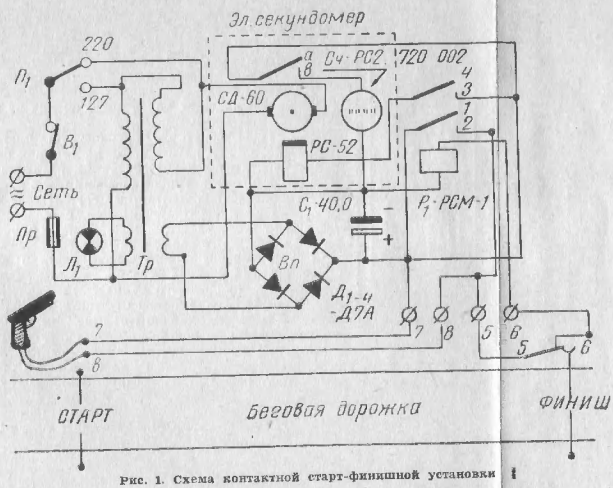
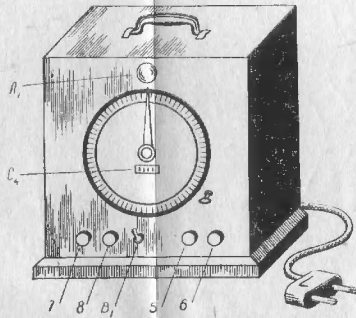

Рис. 1. Схема контактной старт-финишной установки
Рис. 2. Общий вид автохронометра
Такой автохронометр состоит из электросекундомера, электромагнитного реле и стартового пистолета. Схема контактной упрощенной установки показана на рис. 1, а общий вид — на рис. 2.
После регулировки установите электросекундомер в деревянный или металлический футляр — кожух (рис. 2). В этом же кожухе нужно собрать электрическую схему: смонтировать трансформатор и выпрямитель. Трансформатор Tr лучше всего взять готовый, например от радиоприемника «Рекорд». Он должен иметь три обмотки. Две из них предназначены для подключения к сети переменного тока с напряжением 127 или 220 вольт. Третья обмотка низковольтная, с нее снимается 6—8 вольт для питания контрольной (сигнальной) лампы и выпрямителя. Выпрямитель необходим для питания постоянным током реле пуска и электромагнитного счетчика. Выпрямитель Вп соберите по мостиковой схеме на селеновых элементах или диодах типа ДГЦ. Для подключения проводов, идущих к цепи управления, на кожухе установите четыре гнезда или зажима (клеммы) — 7, 8, 5, 6. Кроме того, электрическая часть должна содержать предохранитель Пр, выключатель В, электролитический конденсатор 40 микрофард X 30 вольт, — С, контрольную лампу Л1 — 6,3 в X 0,28 а и переключатель напряжения. Принципиальная схема электрических соединений автохронометра показана на рисунке 1.
**Пусковая схема.** Пусковая схема, или схема управления, несложна: фотореле и сложная система вращающегося зеркального осветителя заменяются ленточкой, соединенной с двумя контактами, включенными в цепь пускового электромагнитного реле. Электромагнитное реле Р1 нужно взять типа РСМ-1, имеющее две пары нормально разомкнутых контактных пластин. Реле при помощи металлического угольника монтируется внутри кожуха, а контактные пластины и обмотка присоединяются, как показано на схеме (рис. 1). Снаружи к зажимам 7, 8, 5, 6, имеющимся на кожухе установок, подключаются стартовый пистолет с контактами 7—8, включающимися в момент выстрела при старте, и контактные пластины 5—6, которые размыкаются в тот момент, когда спортсмен натягивает ленточку на линии финиша. Контакты 5—6 для установки электросекундомера закрепляются на стойке, находящейся на линии финиша, как показано на рисунке 14. Если у вас нет стартового пистолета, замените его хлопнушкой с двумя контактными пластинами (например, от электромагнитного реле), либо используйте флажок, в ручке которого смонтирована электрическая кнопка, как показано на рисунке 15.